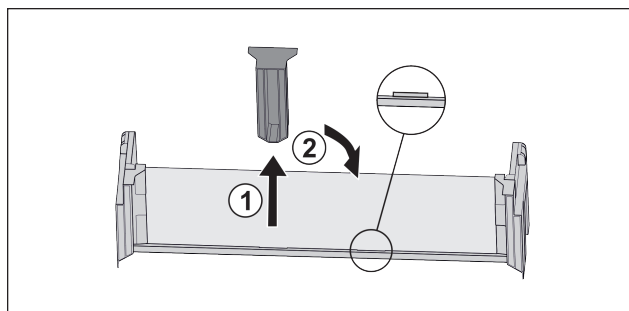

Fig. 124
- ▶ Trekk av den midtre holdedelen Fig. 124 (1).
- ▶ Sett inn den midtre holdedelen i andre posisjon Fig. 124 (2).